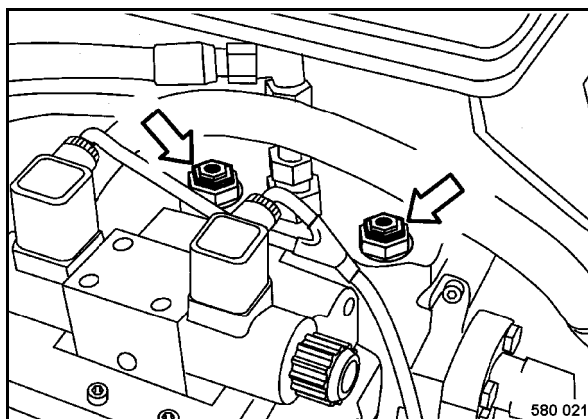

Fig. 60
- Desenroscar el hexagonal de ambas válvulas (Fig. 60) por aprox. 2 a 3 vueltas.